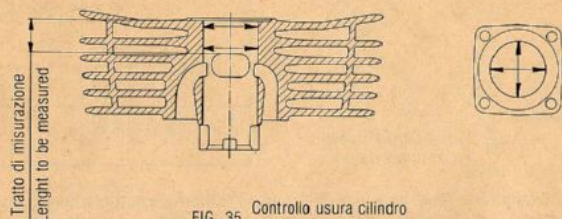

FIG. 35 Controllo usura cilindro
- 9) Controllare che la canna del cilindro sia priva di tracce di grippaggio o di usura e non vi siano rigature di alcun genere. Controllare con un alesametro il diametro del cilindro in due direzioni a 90° tra loro (una parallela e l'altra perpendicolare all'asse dello spinotto). Ripetere le misure in più punti nel tratto di canna compreso tra il piano superiore del cilindro e la luce di scarico (vedi fig. 35). La massima usura consentita rispetto alla misura nominale è di **0,04 mm. per cilindri con canna in ghisa e 0,02 mm. per cilindri con riporto di Nichel-Silicio**, oltre tale limite si consiglia la rettifica o la sostituzione del cilindro.